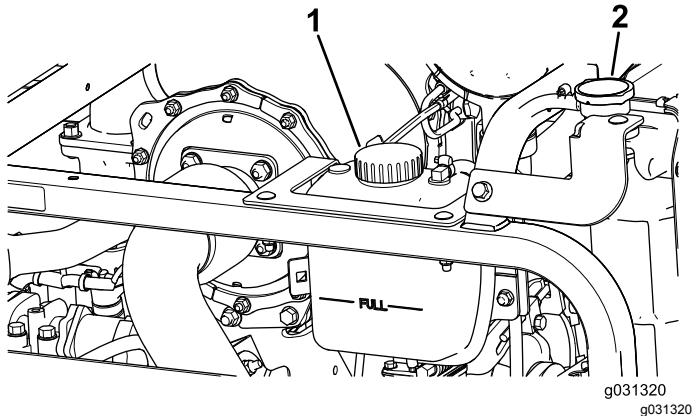

Figura 106
1. Retire cuidadosamente el tapón del radiador y el tapón del depósito de expansión (Figura 106).
2. Compruebe el nivel de refrigerante del radiador (Figura 106).